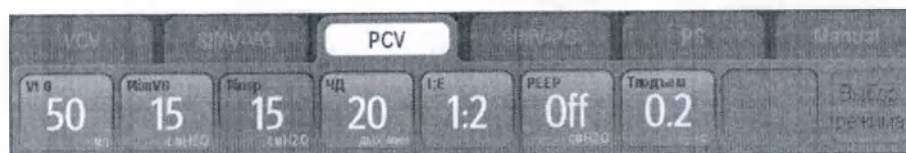

РИС. 5-12 Вкладка режима вентиляции с регулируемым давлением
2. Убедитесь, что все параметры PCV заданы должным образом. При необходимости нажмите клавишу параметра, чтобы изменить его настройки (РИС. 5-12).